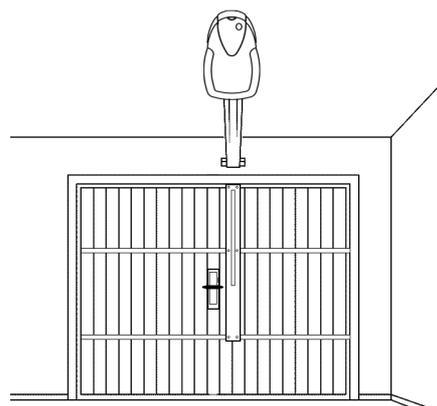

Figure 7
- Il est conseillé de fixer l'opérateur au niveau de la ligne du milieu de la porte mais un léger écart est admis. Par exemple pour monter le BRAS OSCILLANT à côté de la poignée (figure 7).